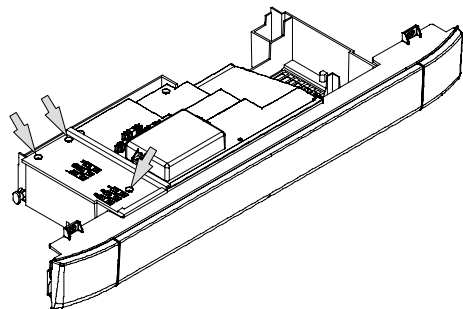

Figura 5.15
- Svitare le viti e rimuovere il coperchio copri morsetteria Figura 5.15.